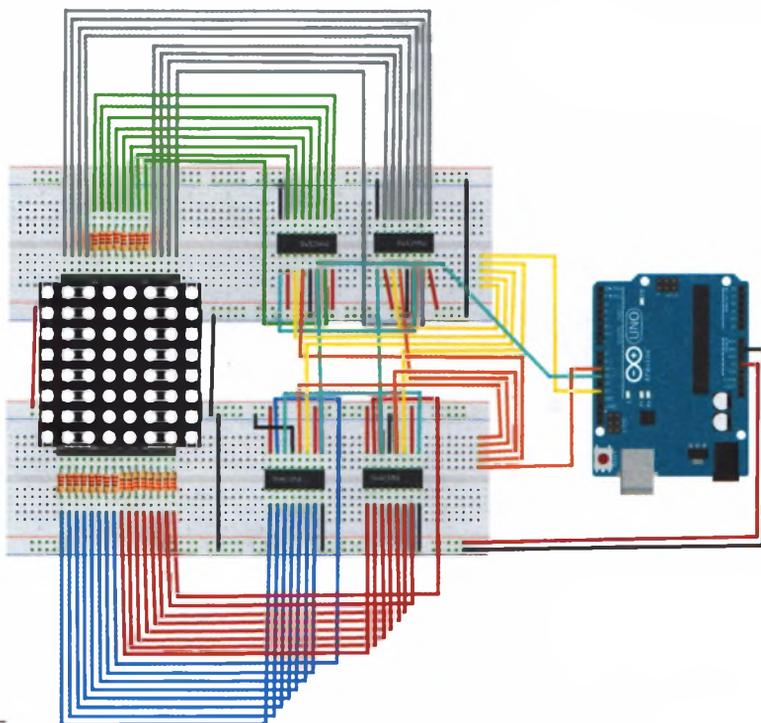

РИСУНОК 24.5
6. Убедитесь, что ваша цепь соответствует схеме, показанной на рис. 24.5, а затем загрузите в память Arduino код скетча, приведенный в разделе «Скетч» далее в этом проекте.